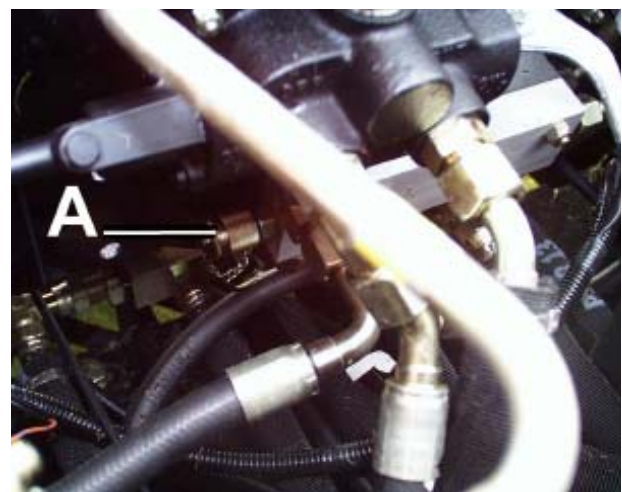

Fig.9
3. Presión de la dirección asistida y de elevación: 83 baras (A, Fig. 9).